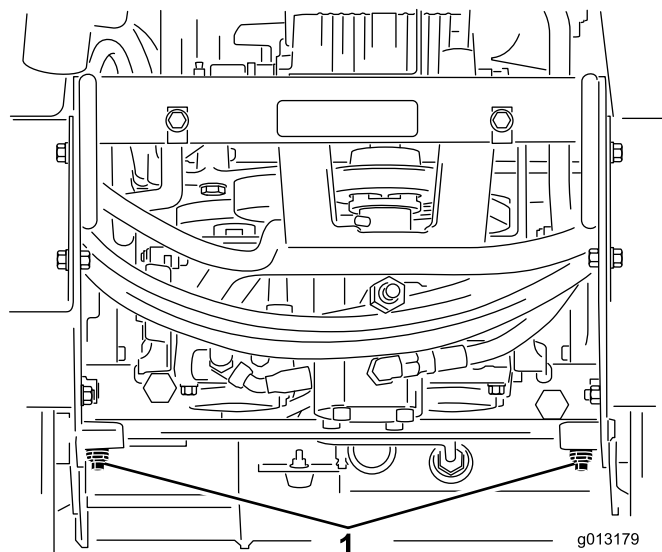

Figure 21
3. À l'aide d'une clé, donnez deux tours dans le sens antihoraire aux vannes de remorquage situées sur les moteurs hydrauliques (Figure 21).